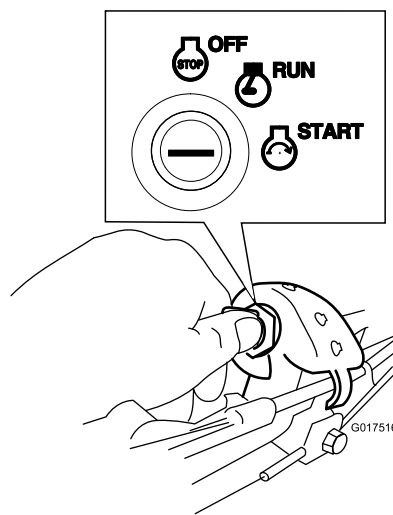

Рисунок 18
- Ключ замка зажигания:** поверните ключ в положение Start (Пуск) (Рисунок 18) и удерживайте в этом положении; когда двигатель запустится, отпустите ключ.
- Поверните ключ зажигания в положение РАБОТА (Рисунок 18).